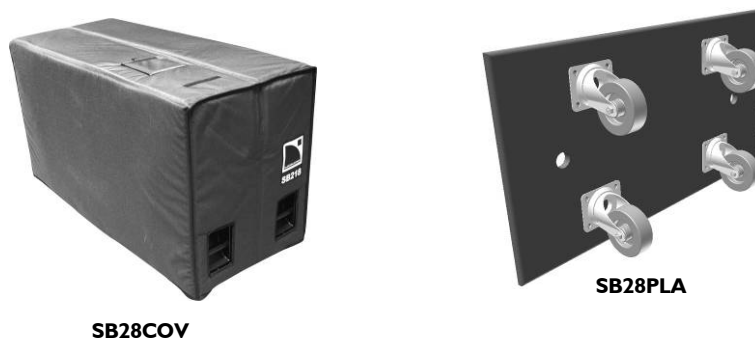
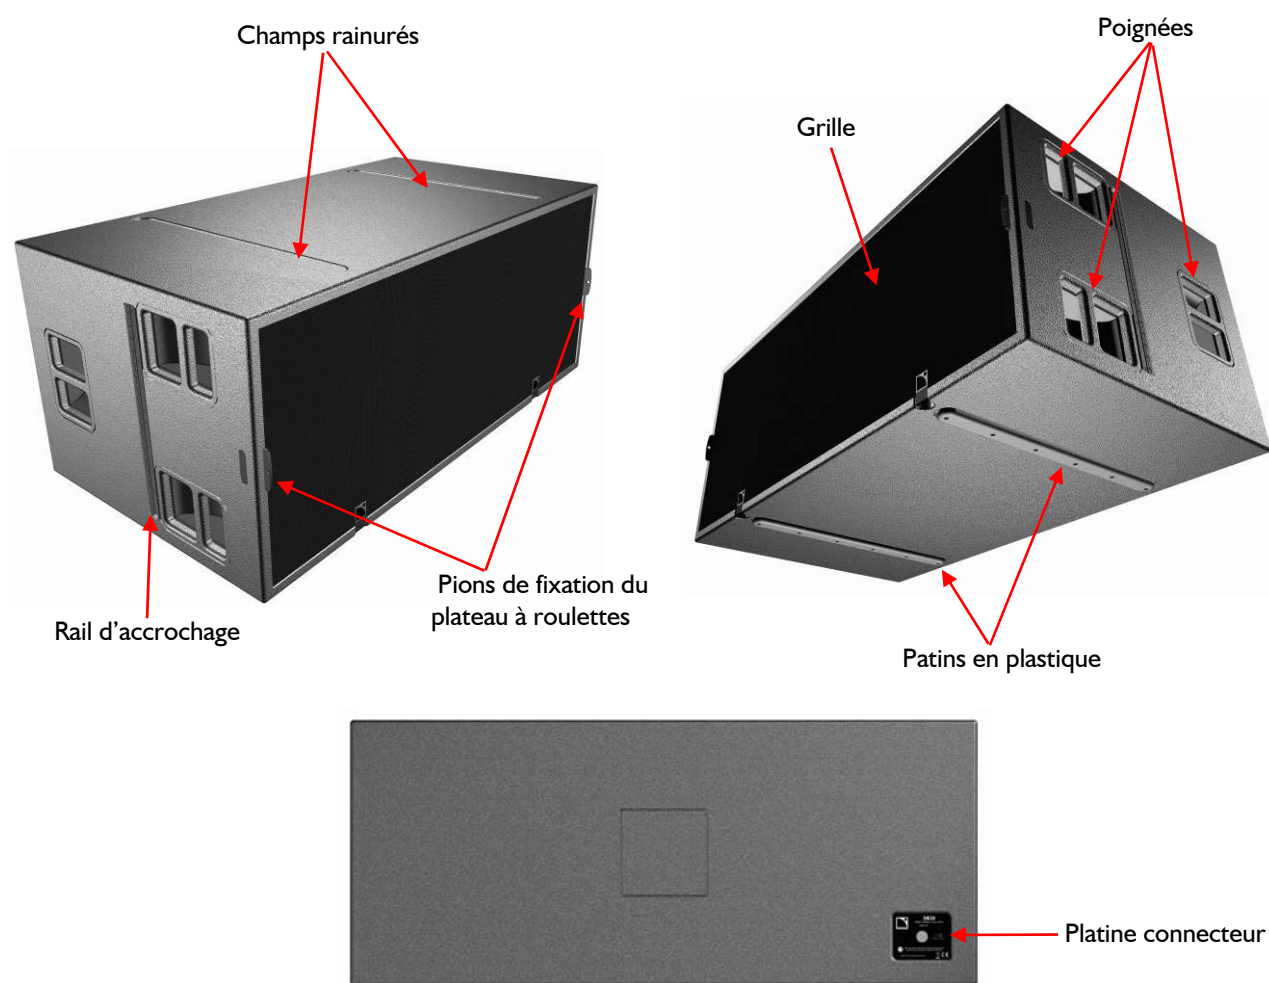

Figure 2 : Systèmes et éléments compatibles avec le SB28 (partie 2)
Figure 3 : L'enceinte sub-grave SB28
Le plateau à roulettes optionnel **L-ACOUSTICS® SB28PLA** (voir Figure 2) peut être accroché aux pions de fixation de l'enceinte SB28 (voir Figure 3) à l'aide de deux goupilles captives. Ce dispositif facilite et sécurise le transport de l'enceinte SB28.
L-ACOUSTICS® recommande l'emploi du plateau à roulettes **L-ACOUSTICS® SB28PLA** et de la housse de protection **L-ACOUSTICS® SB28COV** (voir Figure 2) pour le transport de l'enceinte SB28.
- Posage d'une ligne verticale comprenant jusqu'à 6 enceintes SB28 à l'aide des patins en plastique et des champs rainurés intégrés (Figure 3).